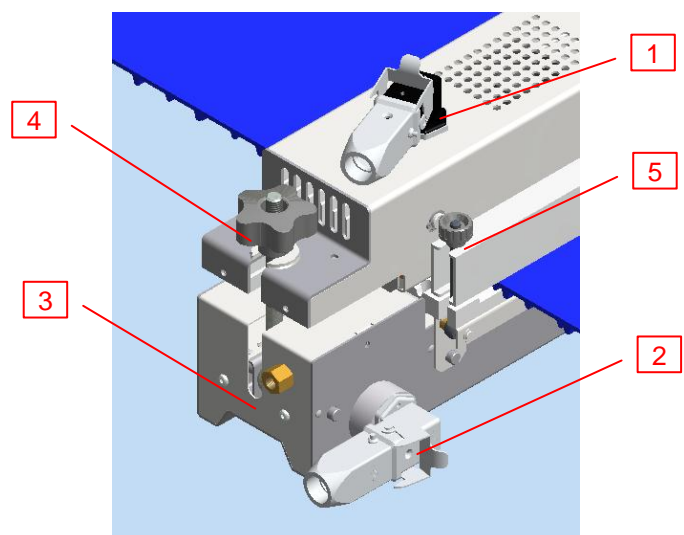

Figura 3 – Vista del lado conectores
- Comprobar que los cables de conexión regulador-prensa estén correctamente conectados y que correspondan a las asignaciones de la placa superior (Figura 3, elemento 2) y de la placa inferior (Figura 3, elemento 1).
- Conectar los cables entre la unidad de regulación PFR-101 y la prensa y comprobar que correspondan a las asignaciones de la placa superior y de la placa inferior (Figura 3, elemento 1 y 2); esto se realiza siguiendo los colores correspondientes de las tomas presentes en PQ-603 y de los conectores de los cables PFR-101.
- Colocar sobre el plano de soldadura (X) el segundo empalme de la banda, haciendo coincidir los dientes con los asientos presentes sobre el plano de soldadura. Fijar la banda de modo tal que esté horizontal, sin apretar excesivamente las perillas de cierre (Figura 3 elemento 5) de los dos prensadores de barra.
- f. Colocar la parte superior de la prensa (Figura 3) prestando atención a que no se muevan la chapa superior ni el conjunto apenas preparado.
- g. Colocar en su alojamiento los dos pernos de fijación (Figura 3 elemento 4) y apretar de manera uniforme en coincidencia con los dos extremos de la prensa.